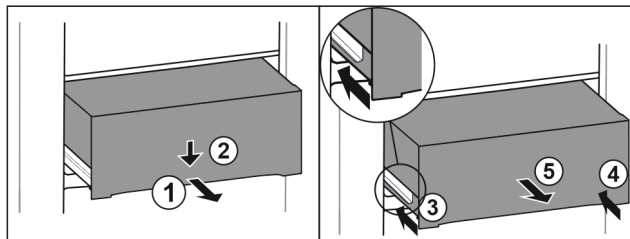

Fig. 103
- Estrarre il cassetto a metà. Fig. 103 (1)
- Premere il cassetto sul lato anteriore verso il basso. Fig. 103 (2)
- Spingere la guida sinistra di circa 2 cm verso l'interno. Fig. 103 (3)
- Spingere la guida destra di circa 2 cm verso l'interno. Fig. 103 (4)
- Rimuovere il cassetto tirandolo in avanti. Fig. 103 (5)